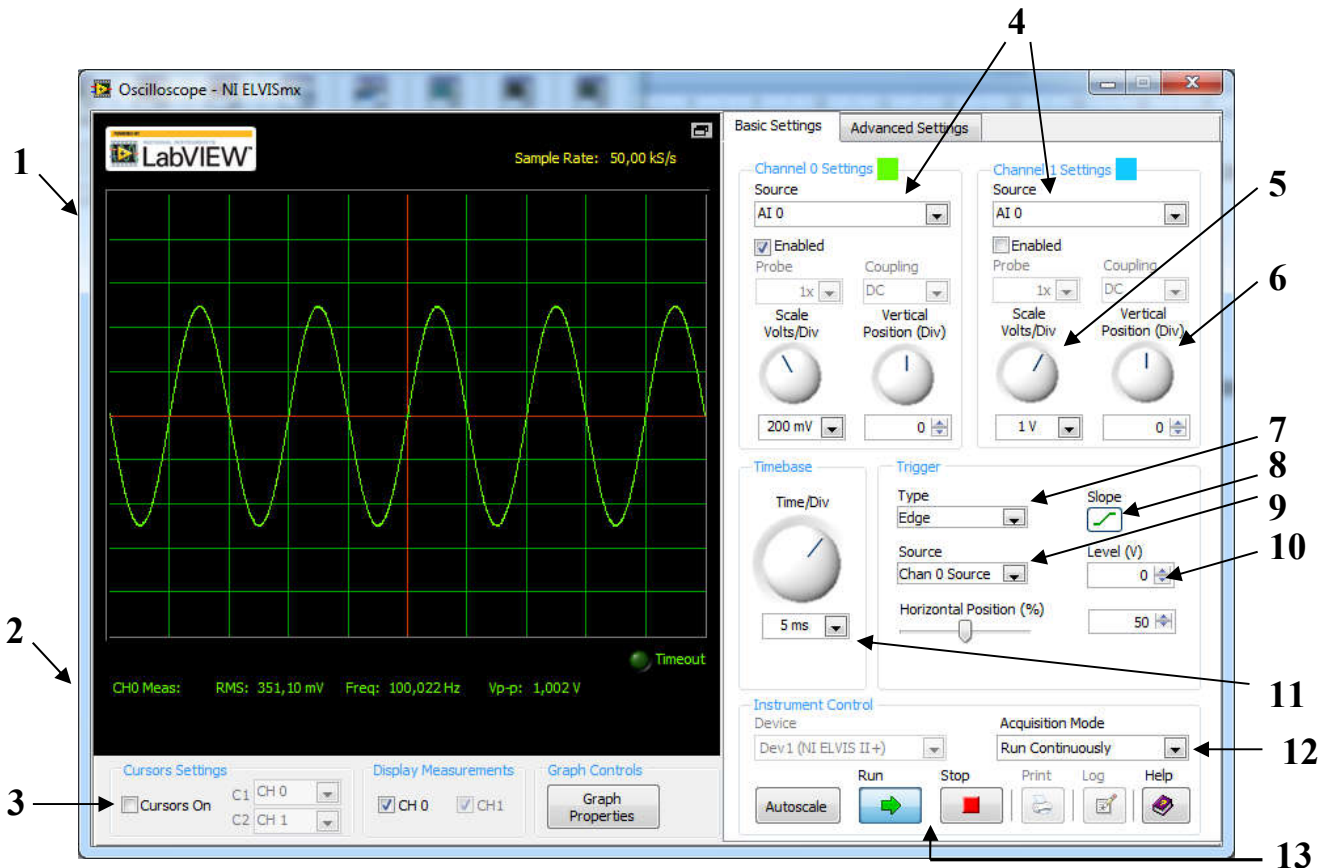

Рисунок 4.2 – Главное окно интерфейса цифрового осциллографа стенда NI ELVIS II
- Выбрать необходимый режим измерения (1, рисунок 4.2);
- Подключить щупы мультиметра в соответствии со схемой подключения (5, рисунок 4.2);
- Нажать кнопку Run для запуска (7, рисунок 4.2);
4.3 В открывшемся окне будут располагаться основные элементы управления осциллографом и окно отображения входных сигналов (рисунок 4.2)
- выбрать в строке(-ах) 4 (рисунок 4.2) соответствующие необходимые каналы;
- выбрать режим синхронизации «по порогу» (7, рисунок 4.2), настроить порог синхронизации с помощью уровня 10;